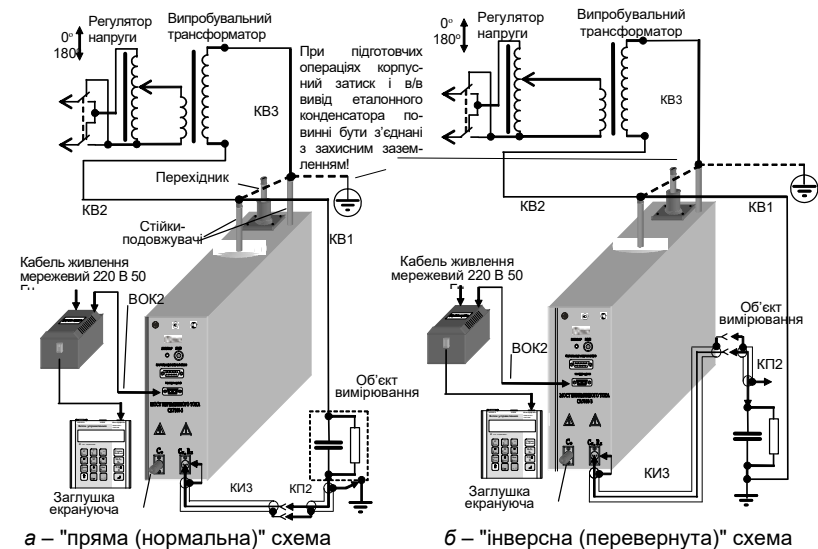

Рисунок 7.1
- 3) Підключити обладнання для проведення вимірювань за допомогою Моста по "прямій" (нормальній) або "інверсній" (перевернутій) схем (рисунок 7.1, а, б) для цього: